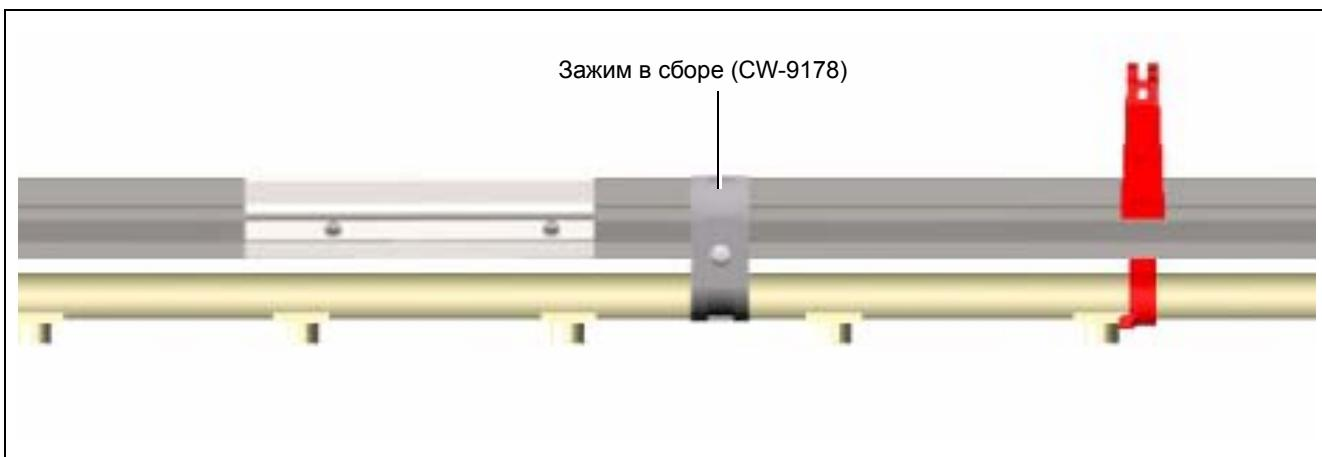

Рисунок 7G
4. Рядом с серединой водопроводной трубы установите зажим в сборе (CW-9178) на опору и на водопроводную трубу. Продолжая вдоль линии, установите по одному зажиму в сборе рядом с серединой каждого отрезка водопроводной трубы. (см. рисунок 7G.)